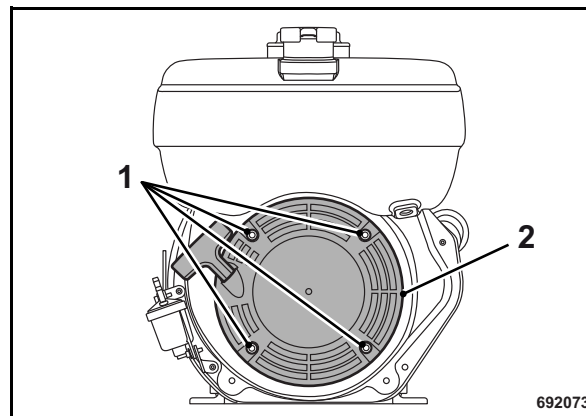

Fig. 52
- Desenroscar los tornillos de fijación (1) (Fig. 52) y retirar el arrancador reversible (2) de la carcasa del motor.